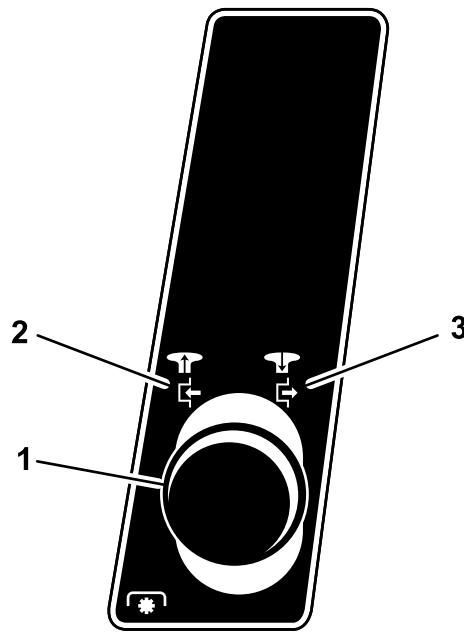

Figura 5
2. Tire hacia fuera del pomo de control de las cuchillas (PTO) a la posición de Engranado (Figura 5).
- Empuje el pomo de control de las cuchillas (PTO) a la posición de Desengranado (Figura 5).